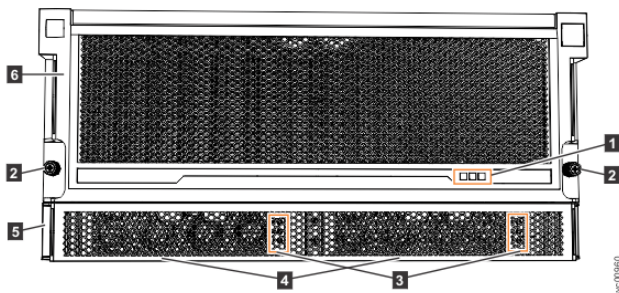
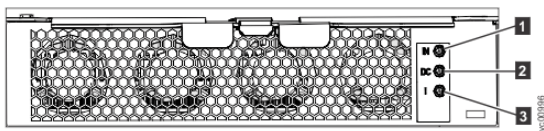

Figura 142. LEDs na frente do gabinete de expansão
Figura 143. LEDs na frente de uma unidade da fonte de alimentação
Conforme mostrado na Figura 142 na página 127, a parte frontal do gabinete de expansão 5U contém LEDs para o painel de exibição (1) e para cada uma das unidades da fonte de alimentação (3).
O gabinete de expansão 5U contém duas PSUs (4 na Figura 142 na página 127) que são acessíveis na parte frontal do gabinete. Cada PSU tem seu próprio conjunto de LEDs, conforme mostrado em Figura 143 na página 128.